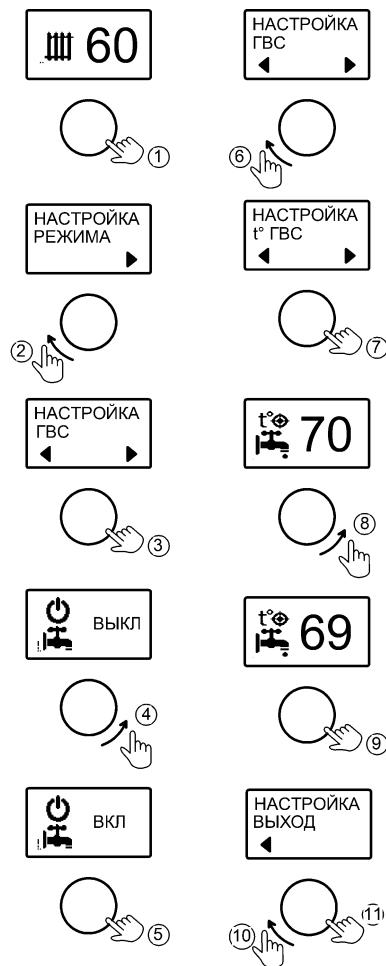

Рисунок 8. Активация и настройка температуры режима «ГВС»
тает в приоритете совместно с другими режимами. Работа возможна при подключении **3-ходового клапана** совместно с **NTC-датчиком** температуры ГВС номиналом 10 кОм, либо совместно с **термостатом** бойлера косвенного нагрева. Рекомендуется использовать модуль управления **ГВС EVAN AQUA**, в состав которого входят 3-ходовой клапан и датчик температуры теплоносителя, оптимально соответствующие электрической схеме котла. Активация режима и настройка температуры показана на рис.8.
**10.4** Вкладки «ГВС» и «ТЕМПЕРАТУРА ГВС» предусмотрены для включения/выключения режима ГВС и настройки температуры (см. рис. 8). Индикация «ВКЛ» означает разрешение на работу режима ГВС. Индикация «ВЫКЛ» запрещает работу режима «ГВС».